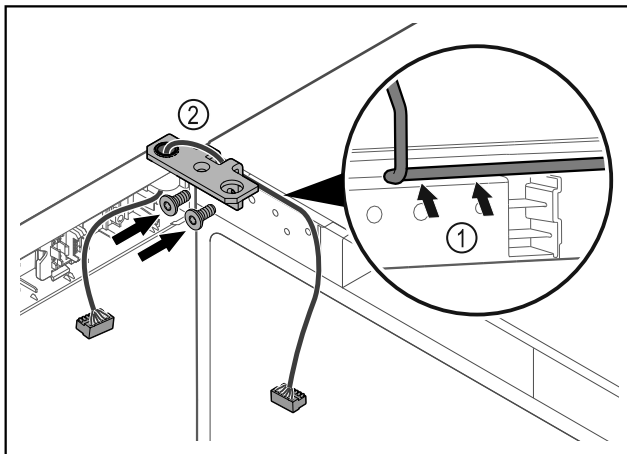

Fig. 43
- Faire passer le câble avec précaution par le trou de l'équerre de charnière Fig. 43 (1).
- Visser l'équerre de charnière Fig. 43 (2).